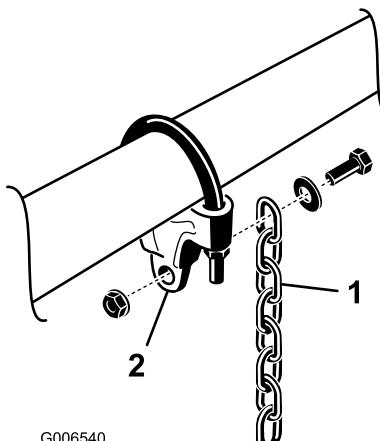

Figura 10
5. Montate una catena di sollevamento su ogni staffa servendovi di una vite, una rondella e un dado, posizionandole come illustrato nella Figura 10.